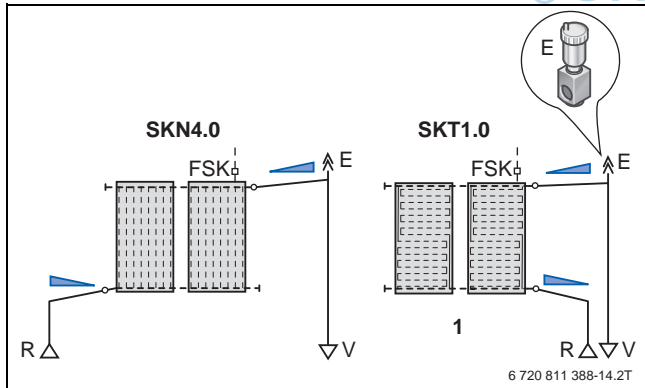

Bild 144 Hydraulikschema mit Entlüfter am höchsten Punkt der Solaranlage
**Am höchsten Punkt der Solaranlage (→ Bild 144, Detail E) sowie bei jedem Richtungswechsel nach unten mit erneuter Steigung muss ein Entlüfter eingeplant werden (z. B. bei Gauben, → Bild 131, Seite 113).**